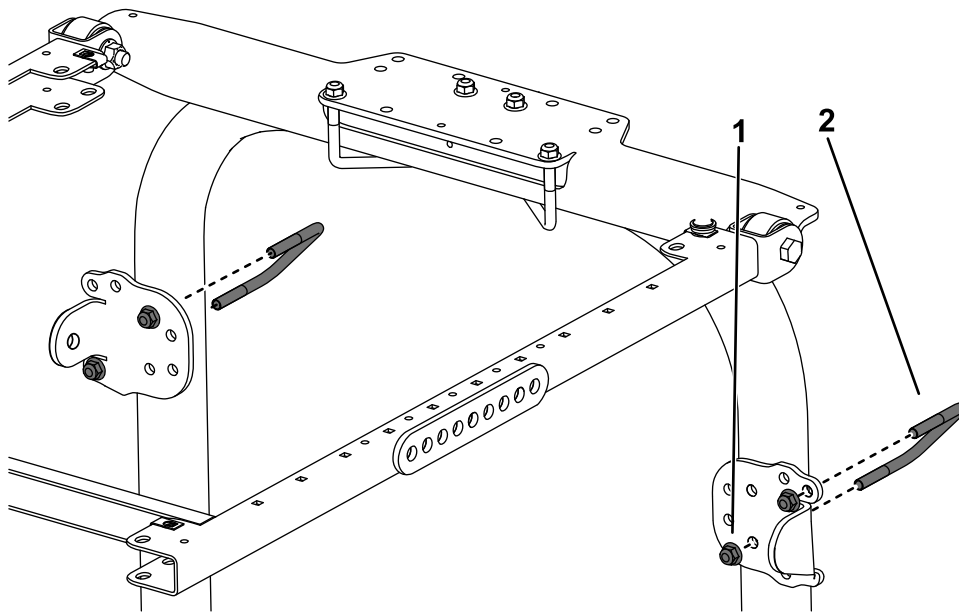

Figure 26
10. Utilisez les trous indiqués à la Figure 26 pour fixer légèrement chacun des supports de renfort aux montants de l'arceau de sécurité à l'aide d'un étrier fileté ($3\frac{1}{2}$ " x $2\frac{3}{4}$ ") et de 2 écrous à embase.